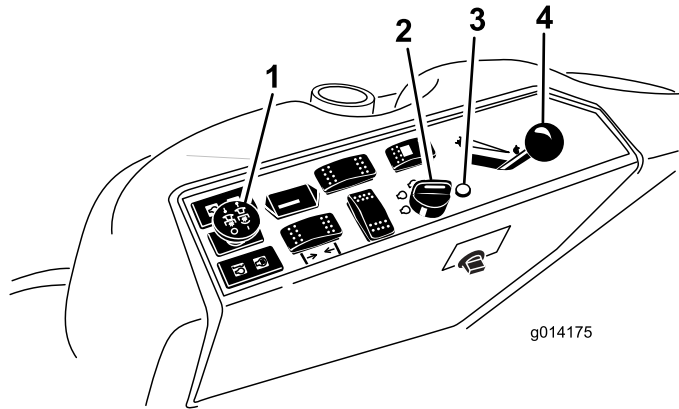

Figura 13
4. Mueva el mando de la toma de fuerza (TDF) a la posición Desengranada (Figura 13).
5. Ponga la palanca del acelerador en un punto intermedio entre las posiciones Lento y Rápido (Figura 13).